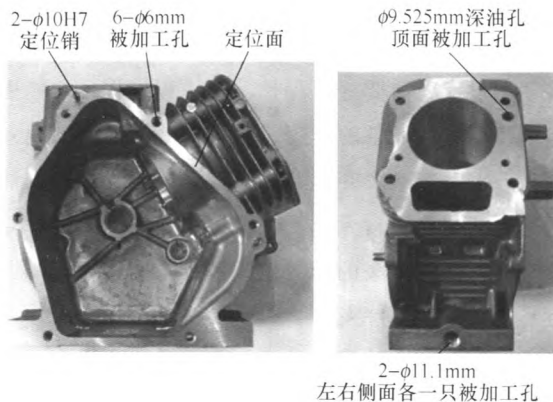
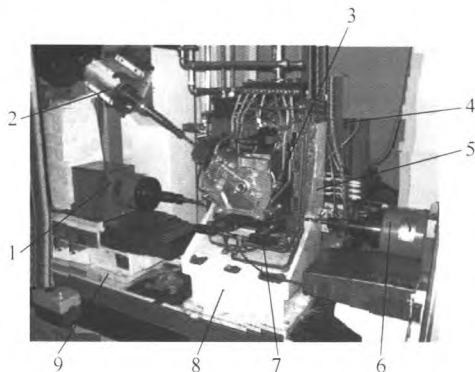

图1 缸体零件图
图2 四面钻孔专机
随着机械行业的迅速发展,各机械加工企业之间的竞争也越来越激烈,特别是如何缩短产品的制造周期,降低产品的加工成本,已成为各大加工企业共同关心的问题。专用设备的开发设计,为有效缩短批量产品的制造周期,降低批量产品的加工成本提供了最佳途径。图1所示为某型号汽油机的缸体,材料为YL102,属于铝合金压铸件,是汽油机的主要组成部件,具有不规则的外形结构,其加工质量的好坏将直接影响到汽油机的使用效果、装配性能和产品的内在质量等要素。我们根据加工单位的使用要求,设计了一台能对该零件进行四面同时钻孔加工的专用设备,不仅缩短了该零件的制造周期,同时由于减少了装夹次数,减小了重复定位误差,大大提高了该产品的加工质量和使用寿命,从而增加了该制造企业在市场上的价格竞争力,为企业的进一步发展打下了良好的基础。
(1) 设计方案的确定。从图1可看出这个缸体零件在本工序所需要加工的几个孔分布在4个不同
(2) 四面钻孔专机的设计过程。依据本工序的加工内容及零件的结构特点,首先确定装夹方案。在此我们采用一面两销定位(见图1),利用液压从背面分布3个带转角的液压缸压头来夹紧工件(见图2)。由于定位面上有6个孔需要加工,因此夹具体除定位夹紧作用,还兼作钻模板的作用,为此在夹具体上对应工件6个φ6mm的位置需开设通孔并安装耐磨导向套,以增加夹具的寿命和钻孔加工的
夹具使用在卧式车床上，由弯板、心轴、夹紧螺母和对刀角度样板等组成，其中弯板和对刀样板最重要，车夹具的结构图如图2所示。